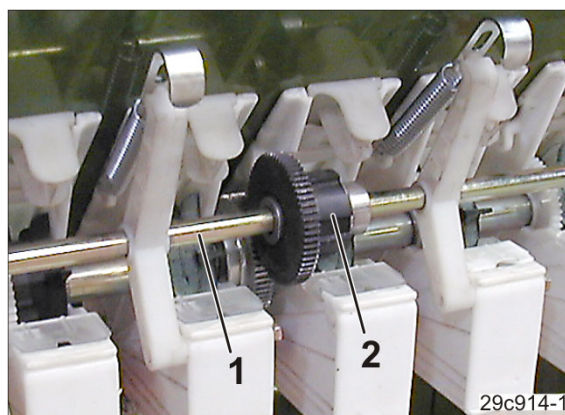

Fig. 104
Kraftoverføringsakselen (Fig. 104/1) drives av såakselen via en kobling (Fig. 104/2).
Kraftoverføringsakselkoblingen (Fig. 104/2) kan betjenes
- betjenes koblingen (Fig. 104/2)
- blir kraftoverføringsakselen (Fig. 104/1), som driver kjøresporsåhjulene, stående